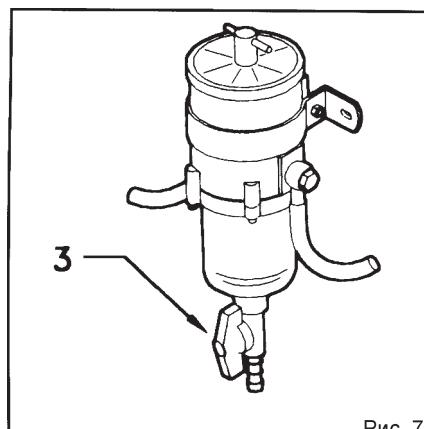

Рис. 7.3.6
Ослабьте барабашковую гайку (3), расположенную с нижней стороны стеклянной емкости (см. рис. 7.3.6) и подождите, пока вся жидкость стечет. После этого снова плотно закрутите гайку и проверьте, нет ли утечки.